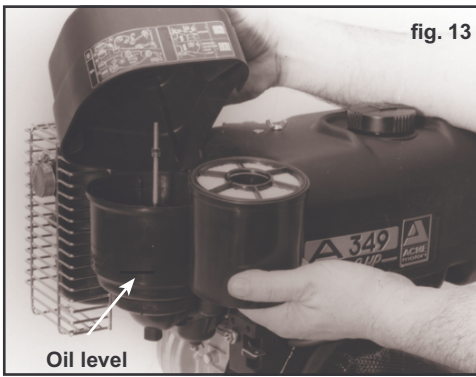

fig. 14
**Filtro aria a secco:** Controllare la cartuccia; se intasata sostituirla (fig. 14).